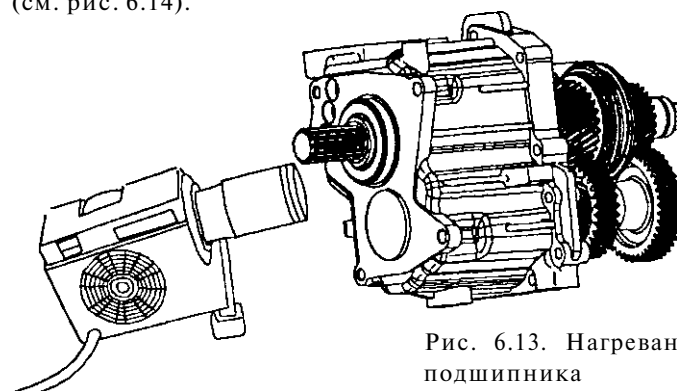

Рис. 6.13. Нагревание подшипника
12. Для демонтажа из заднего картера коробки передач вторичного вала в сборе, промежуточного вала в сборе и штоков нагрейте заднюю стенку картера в районе сдвоенного подшипника при помощи электро нагревателя, как показано на рис. 6.13.